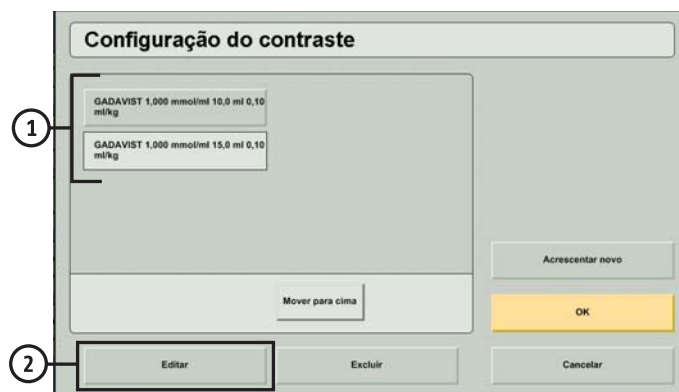

Figura 15 - 13: Selecione um Tipo do Meio de Contraste Existente para editar
- Edite as informações para cada um dos itens a seguir selecionando uma guia à esquerda da tela e inserindo os parâmetros (consulte a Figura 15 - 14):
- Nome do Meio de Contraste: Escolha um nome de meio de contraste existente na lista (3) ou adicione um novo nome de contraste selecionando Adicionar Novo (4) e introduzindo o nome do meio de contraste usando a janela do teclado que aparecerá no visor. Selecione Enter para salvar o novo nome do contraste na lista. Selecione o nome do meio de contraste na lista.
- Concentração: Selecione uma concentração existente na lista (3) ou adicione uma nova concentração selecionando Adicionar Nova (4) e introduza a concentração (5). Selecione Enter (6) para salvar a nova concentração na lista. Selecione a concentração na lista.
- Tamanho do Frasco: Escolha um tamanho de frasco existente na lista (3) ou adicione um novo tamanho de frasco selecionando Adicionar Novo (4) e introduzindo o tamanho do frasco (5). Selecione Enter (6) para salvar o novo tamanho de frasco na lista. Selecione o tamanho do frasco na lista.
- Dosagem: Selecione uma dosagem existente na lista (3) ou adicione uma nova dosagem selecionando Adicionar Nova (4) e introduzindo a dosagem (5). Selecione Enter (6) para salvar a nova dosagem na lista. Selecione a dosagem na lista.
- Uma vez que o nome de meios de contraste, valor de concentração, tamanho do frasco e a dosagem tenham sido selecionados, selecione Salvar (7) para salvar o Tipo de meios de Contraste. Selecione Sim na janela de mensagem para confirmar.